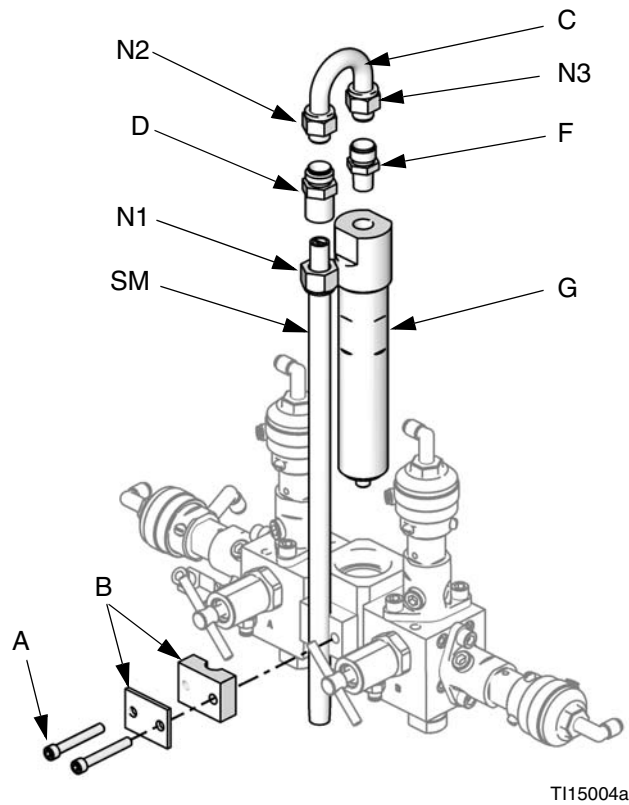
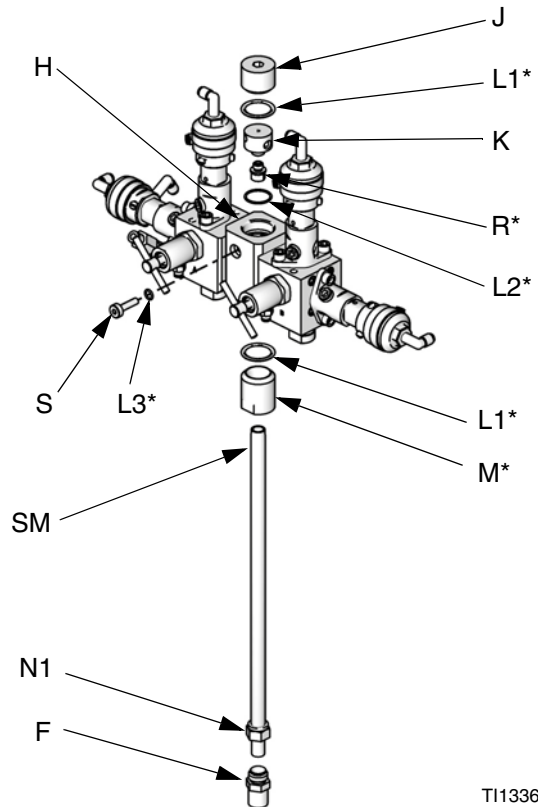

FIG. 8: Desarmado del integrador y el mezclador estático
FIG. 9: Instalación de Kit de inyección 15U955
1. Retire los tornillos (A) y el conjunto de ménsula del mezclador estático (B). Consulte FIG. 8.
2. Afloje la tuerca del mezclador estático (N1). Retire y retenga el mezclador estático (SM).
3. Afloje las tuercas del tubo en U (N2 y N3). Descarte el tubo en U (C) y el accesorio del mezclador estático (D).
4. Retire y retenga el accesorio de 1/4 npt (m) (F). Retire y descarte el integrador (G).
5. Consulte FIG. 9. Retire las piezas restantes de la carcasa del limitador (H). Retenga el tapón (J) y la base (K). Deseche todas las juntas tóricas usadas, L3.
6. Gire la carcasa del limitador (H) 180 °de modo que el tornillo de fijación (S) quede arriba a la izquierda, como se muestra en FIG. 9. Quite y retenga los dos tornillos de fijación (S). Deseche las juntas tóricas (L3). La posición de estos tornillos se invertirá al armar.
7. Instale una junta tórica más grande (L1*) en la carcasa (H). Enrosque la tapa de inyección (M*) en la carcasa.
8. Determine el intervalo de caudal deseado para su aplicación. Seleccione el reductor de tamaño correcto para su caudal y tasas seleccionados, utilizando las **Cuadros de selección del restrictor de dosificación dinámica**, en las páginas 36-41 como guía. Instale el restrictor (R*) en la base (K).
9. Arme la junta tórica más pequeña (L2*) del colector, el restrictor (R*) y la base (K), una junta tórica más grande (L1*), y el tapón (J) como se muestra.